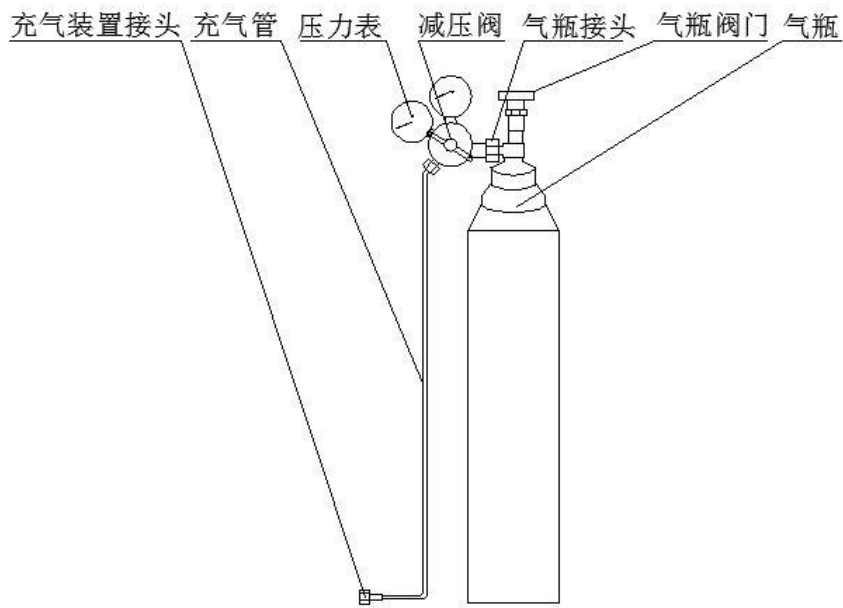

图 6 充气装置示意图
- b) 旋开气瓶防护帽，将充气装置带减压阀的一端安装至气瓶接头上，见图 6。